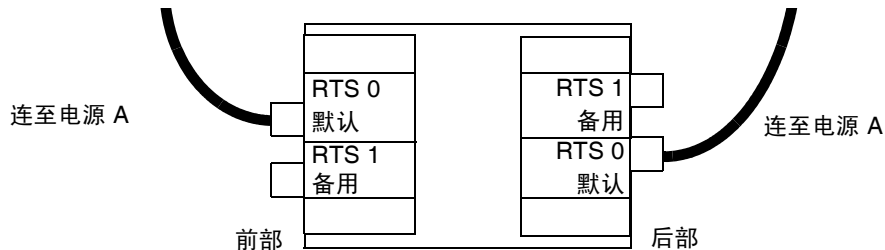

图 3-3 Sun Fire E6900 配置：两个 RTU 部件和一个交流电源
- 在具有两个 RTU 部件和一个交流电源的配置中，需要连接两根电源电缆，一根连接至系统前部（左侧），另一根连接至系统后部（左侧）（图 3-3）。